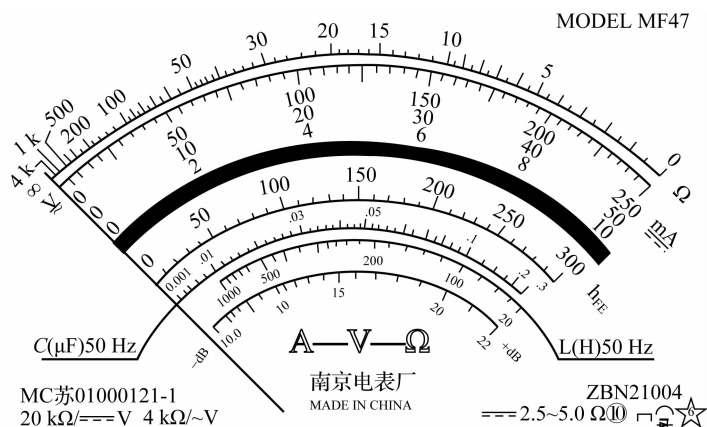

图 1-22 MF47 型万用表的表盘示意图
(1) 表头。表头是一只高灵敏度的磁电式直流电流表,有“万用表心脏”之称。万用表的主要性能指标基本上取决于表头性能。表头性能参数较多,这里只介绍最常用的灵敏度和内阻。表头灵敏度指表头指针满刻度偏转时,流过表头线圈的直流电流值。这个值越小,灵敏度越高。大多数万用表表头的灵敏度在数十至数百微安,高档万用表的灵敏度可达到几微安。表头内阻指表头线圈的直流电阻。这个阻值越高,内阻越大。大多数万用表表头的内阻在数百欧至 20 kΩ。表头灵敏度越高,内阻越大,万用表性能越好。
(2)表盘。表盘除有与各种测量项目相对应的 6 条标度尺之外,还附有各种符号。正确识读标度尺和理解表盘符号、字母、数字的含义,是使用和维修万用表的基础。表盘标度尺通常有以下特点:有的标度尺的刻度是均匀的,如直流电压、直流电流和交流电压共用标度尺;有的刻度是不均匀的,如电阻、晶体管共发射极直流电流放大系数 h_{FE} 、电感、电容及音频电平标尺等。表盘示意图如图 1-22 所示,有关符号说明见表 1-9。